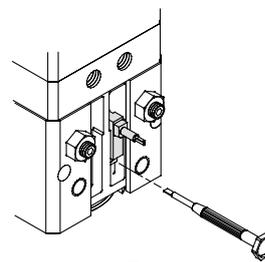

Figura 3
3. Fissare il sensore e serrare con un cacciavite come mostrato in figura 3.